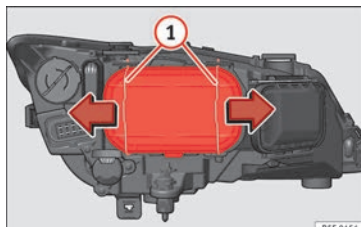

Fig. 205 Feux de croisement.
- Déplacez les tirants » fig. 205 ① dans le sens de la flèche puis retirez le cache.